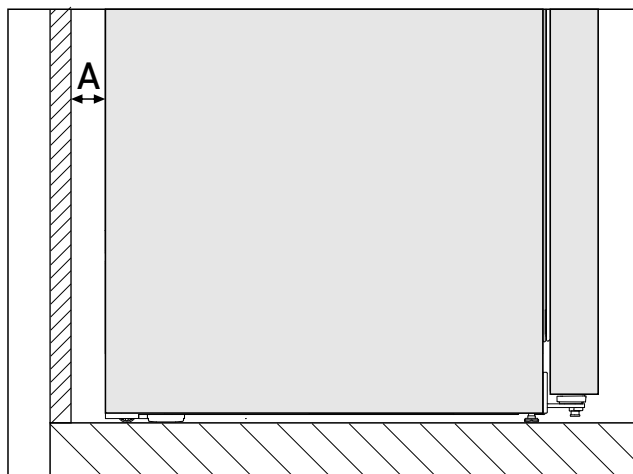

Fig. 3 *
Enerģijas patēriņš bija noteikts ar atstatumu no sienas Fig. 3 (A) starp ierīces mugurpusi un sienu. Ja atstatums no sienas ir mazāks par Fig. 3 (A), tas nekādi neietekmē ierīces darbību. Ja ir mazāks atstatums no sienas, enerģijas patēriņš var mazliet palielināties un var notikt kondensāta veidošanās uz ierīces aizmugurējās sienas.*